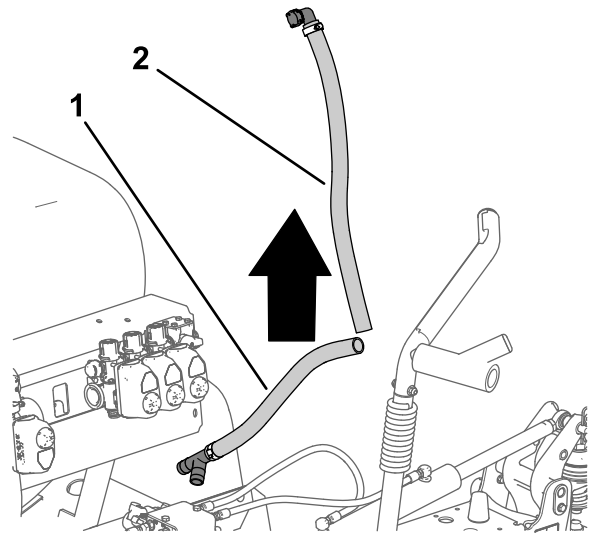

Figura 45
- Retire os tubos de distribuição superior e inferior da máquina (Figura 45).